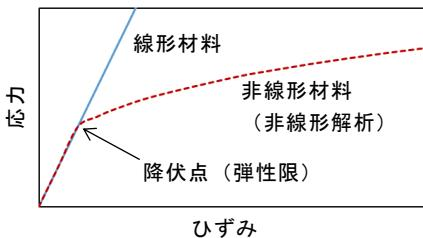

図1 線形材料と非線形材料の違い
①【材料非線形】図1に一例を示すように、応力とひずみの関係が比例しない場合を取り扱う解析手法です。線形材料では材料が降伏しない前提で縦弾性係数の傾きにしたがって応力が上昇しますが、非線形材料では、弹性限を超えて塑性変形が生じる金属材料や、大変形により剛性が変化するゴム材料(超弾性)などの挙動を表現できるようになります。